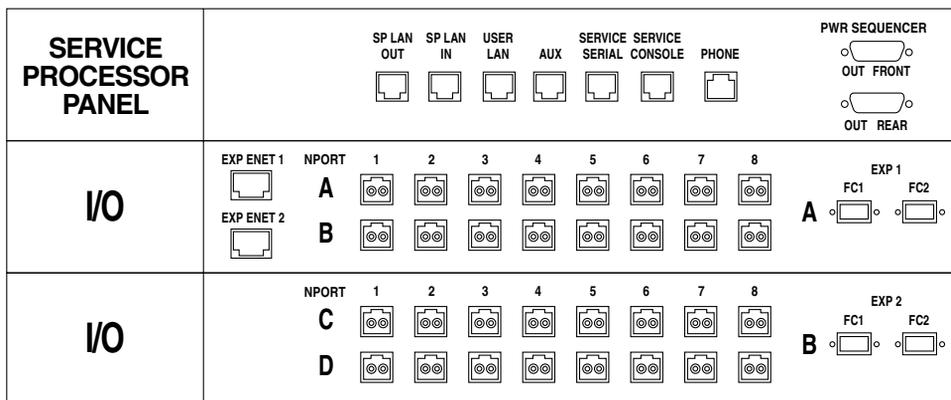
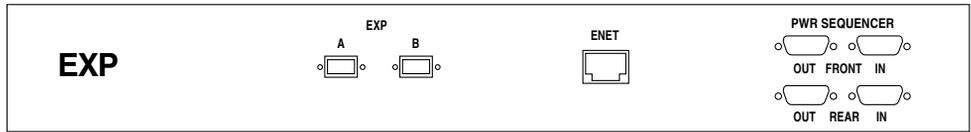

図 2-7 ベースキャビネットのサービスパネル
図 2-8 拡張キャビネットのサービスパネル
ベースキャビネットのパネルには、拡張キャビネットに接続するための冗長ファイバチャネル (FC) ポートを装備した 2 つの入出力パネルがあります (図 2-7)。拡張キャビネットのサービスパネルには、冗長 FC ポートを装備したパネルが 1 つだけあります (図 2-8)